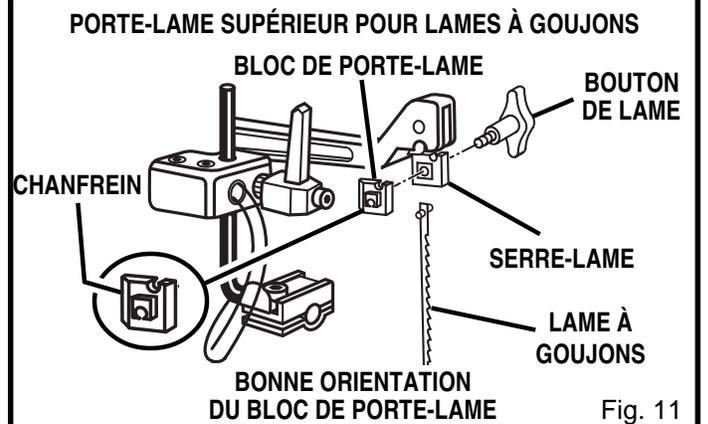

Fig. 11
- Tirez la lame vers le haut et abaissez le bras de la scie pour placer le goujon de la lame dans l'entaille en "V" du portelame supérieur. Voir figure 11.